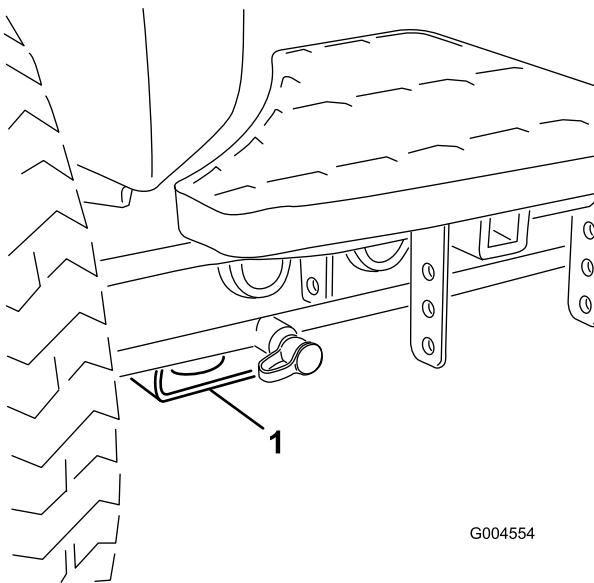

Figura 56
- Danteira – pastilha retangular, por baixo do tubo do eixo, dentro de cada pneu dianteiro (Figura 56).